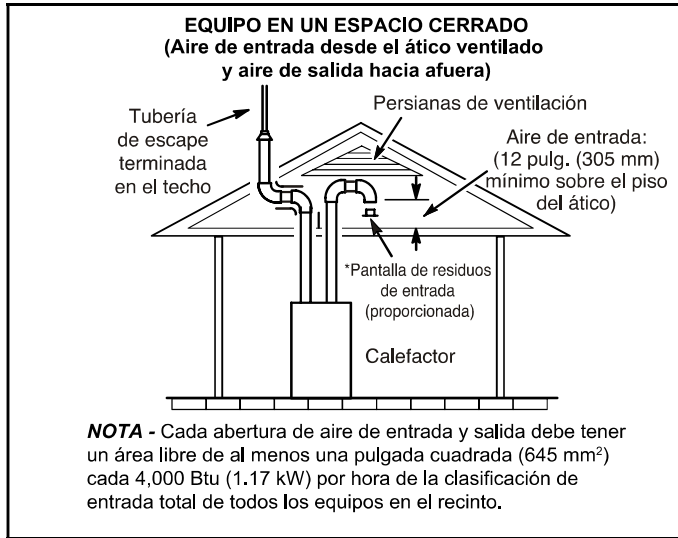
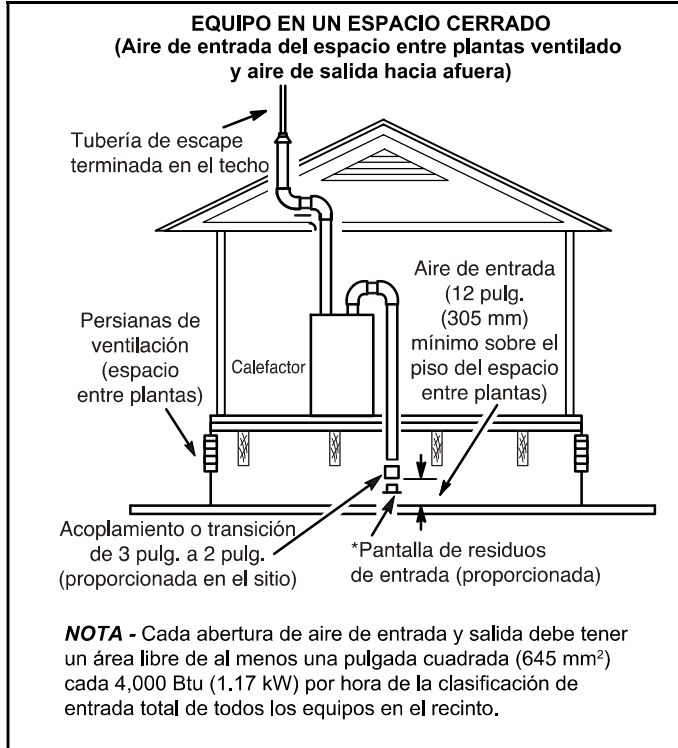

FIGURA 29
FIGURA 30
- 2 - Si el aire de entrada se toma de un ático ventilado (Figura 29) o de un espacio entre plantas ventilado (Figura 30), el largo de la ventilación de escape no debe exceder los valores listados en la Tabla 6. Si se utiliza una tubería de 3" de diámetro, redúzcala a una tubería de 2" de diámetro en el punto de terminación para acomodar la pantalla de residuos.